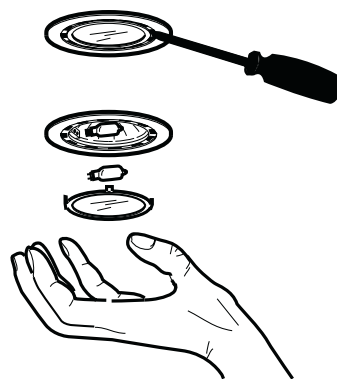

Рис. 5
- \* Толкните их вперед по направлению к задней части вытяжки, а затем вытащите вниз, как показано на Рис. 5
- \* Снимите крышку лампы, используя в качестве рычага плоскую отвертку - Рис. 5